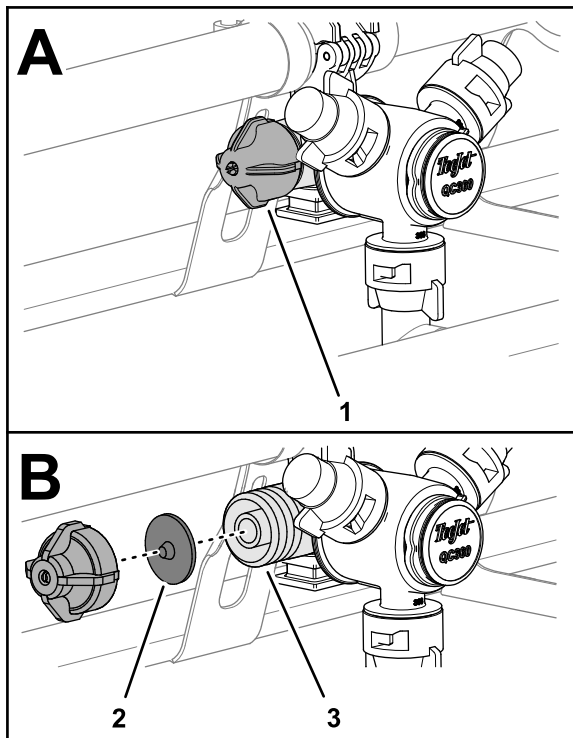

Figura 33
1. Gire a tampa do diafragma no sentido anti-horário e remova-a do corpo do bico (Figura 33).
2. Remova o diafragma da válvula de retenção da tampa ou do corpo do bico (Figura 33).
3. Limpe a tampa, o diafragma e o corpo do bico com água limpa (Figura 33).
4. Monte o diafragma na tampa com a ponta do diafragma voltada para a tampa (Figura 33).
5. Monte a tampa e o diafragma no corpo do bico e aperte-os manualmente (Figura 33).